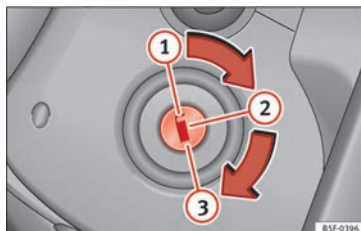

Abb. 177 Positionen des Zündschlüssels
- Drehen Sie den Zündschlüssel auf Position ① »» Abb. 177.
- Ziehen Sie den Zündschlüssel in Stellung ① »» Abb. 177 ab »» ⚠.